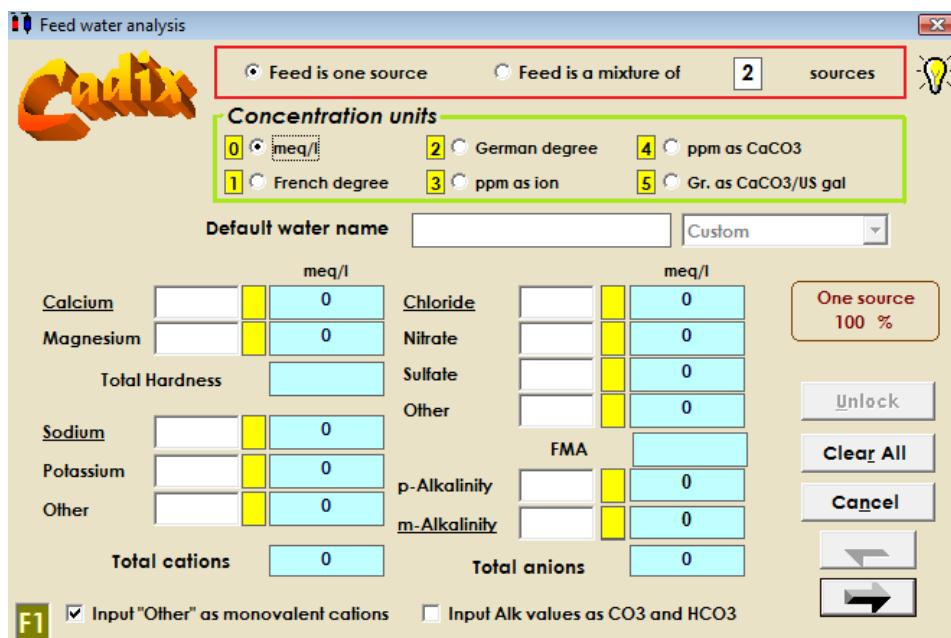

Figura 5.45: Análisis del agua de alimentación
- “Create default Water Analysis”: crear el análisis de agua por defecto. Al seleccionar esta opción aparece la ventana de la figura 5.45 en la cual se pueden introducir los valores del agua de alimentación.
Dentro del cuadro rojo de la figura 5.45 hay dos opciones para seleccionar:
En el cuadro verde de la figura 5.45 pide las unidades de la concentración de los compuestos, se debe seleccionar la que corresponda con las unidades de los valores que se vaya a introducir. Debajo del cuadro verde se debe introducir el nombre que se le da a la corriente de agua. A continuación se introducen los valores en las unidades seleccionadas en los cuadros blancos de cada compuesto. Para pasar al siguiente paso clicar en la flecha de abajo que apunta a la derecha.